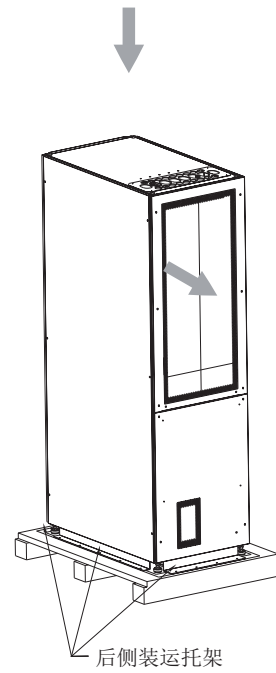

图3-6. 拆除背面装运托架
4. 拆除机柜后侧的固定装运托架及将托架固定到货盘上的螺钉（见图 3-6）。拆掉后侧的装运托架。如果要永久安装机柜，请保存好装运托架和固定五金件，以备后用。